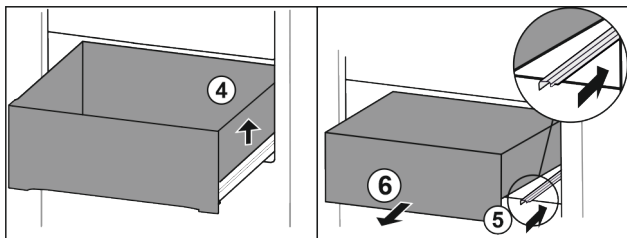

Fig. 13
- ▶ Unieść szufladę po prawej. Fig. 13 (4)
- ▶ Wsunąć prawą szynę. Fig. 13 (5)
- ▶ Wyjąć szufladę do przodu. Fig. 13 (6)